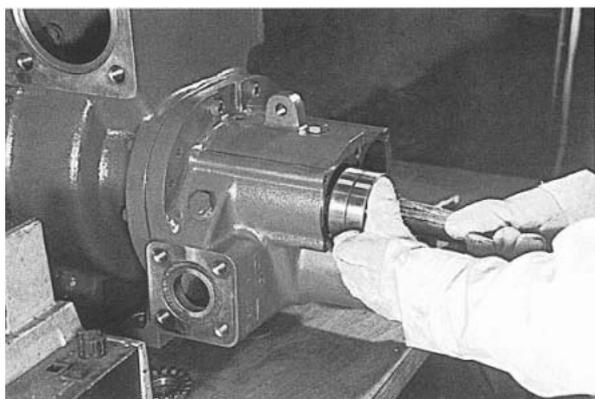

Рис. 124
18. Нагрейте и вставьте радиально-упорные подшипники стороны "папа" и "мама" в выходной кожух. (Рис. 124 и 125) См. сборочный чертеж для обеспечения правильного совмещения.